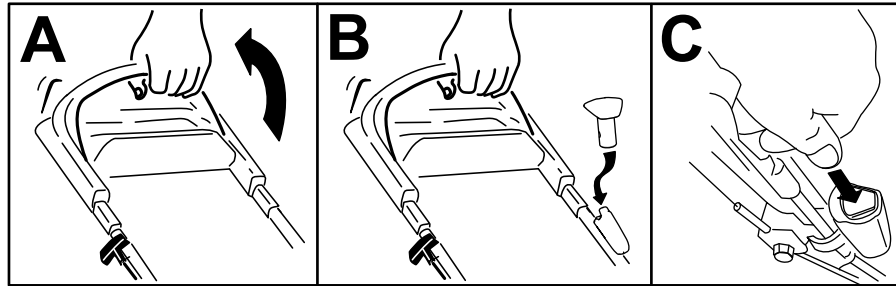

Figura 13
1. Sujete la barra de control de las cuchillas contra el manillar (Figura 13, A).
2. Si se ha retirado el botón de arranque eléctrico, introdúzcalo en el arrancador eléctrico (Figura 13, B).
3. Presione el botón de arranque eléctrico hasta que el motor arranque (Figura 13, C).